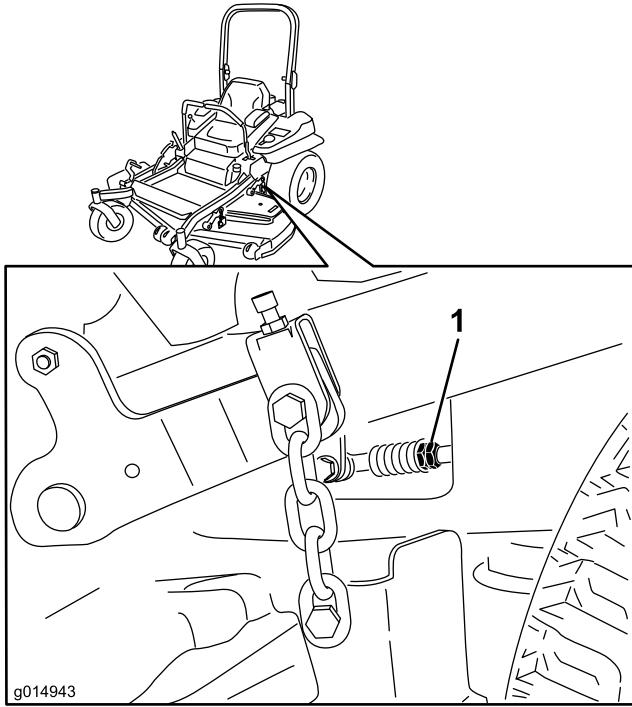

Figure 81
- Placez les leviers de commande de déplacement en position point mort. Réglez la longueur des tiges de pompes en tournant les doubles écrous dans le sens voulu jusqu'à ce que les roues tournent légèrement en marche arrière (Figure 81). Placez les leviers de commande de déplacement en position de marche arrière et, tout en appuyant légèrement sur les leviers, laissez les ressorts d'indicateur de marche arrière ramener les leviers au point mort. Les roues doivent s'arrêter de tourner ou tourner légèrement en arrière.